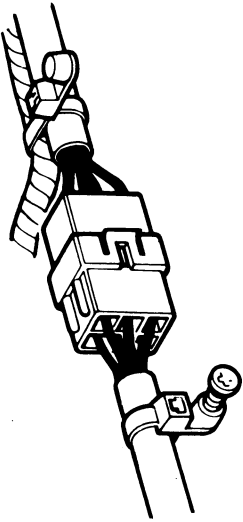

Fig. 6. Fastgørelse af forstærkerledning/stik
2. Fastgør ledningerne til det eksisterende ledningsnet. Fastgør hver side af multistikket (se fig. 6).